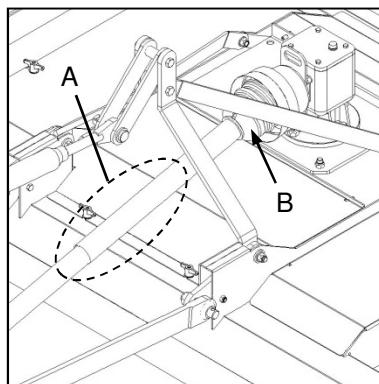

Fig. 5 (F210 TurfPro)
- ✓ Following installation of the PTO drive shaft, lift the implement to an acceptable transporting height and ensure that there is no contact between the PTO driveshaft and the implement (Fig. 5-A).
- ✓ Ensure that universal joint operating angles (Fig. 5-B) are not exceeded and that over-compression or over-extension of the PTO drive shaft is avoided.
- ✓ Nadat die kragaftakkeras geïnstalleer is, lig die implement tot op die gepaste vervoerhoogte en verseker dat daar geen kontak tussen die kragaftakkeras en die implement is nie (Fig. 5-A).
- ✓ Verseker dat kruiskoppelingwerkshoeke (Fig. 5-B) nie oorskry word nie en maak seker dat die kragaftakkeras nie te veel saamgepers of oorverleng is nie.